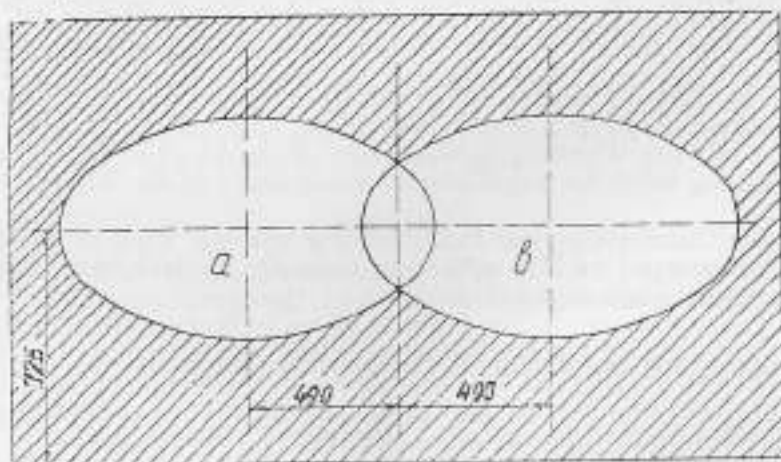

Abb. 39 Markierung der Fläche zur Einstellung des Scheinwerfers auf Fernlicht.
3. Fernlicht einschalten, einen der Scheinwerfer abblenden und den anderen mittels Stellerschrauben (oben und seitlich unter der Fassung) derart einstellen, daß die Mitte des Lichtflecks am Schirm in einer Höhe von 725 mm vom Boden und 490 mm von der Wagenlängsachse zu liegen kommt (Abb. 39).